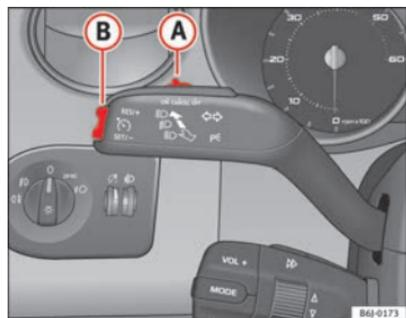

Fig. 106 Manípulo dos indicadores de mudança de direcção e dos máximos: comando e botão basculante para o regulador de velocidade
- Premir a parte superior do botão basculante **RES** ⇒ fig. 106 **(B)** para aumentar a velocidade. Enquanto o botão basculante estiver a ser premido, o veículo é acelerado. Soltando o botão basculante, fica memorizada a nova velocidade.
Se se reduzir a velocidade com o pedal do travão, desliga-se o regulador da velocidade. Premindo uma vez a parte superior do interruptor basculante **RES+** ⇒ fig. 106 **(B)**, pode retomar-se a regulação.